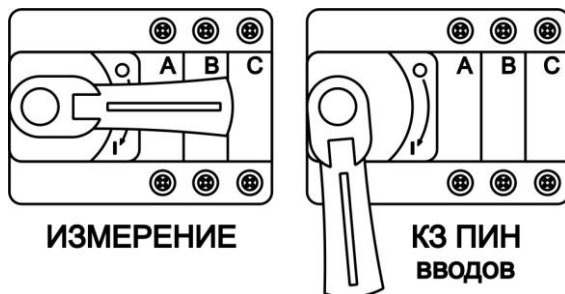

Рисунок 4. Положение замыкателя в рабочем режиме и при КЗ ПИН вводов.
Параллельно входным клеммам стоит замыкатель с видимым разрывом, при помощи его цепи датчиков замыкаются «на землю». В рабочем режиме замыкатель с видимым разрывом всегда разомкнут (рисунок 4).
- перевести ручку замыкателя поз.10 в положение “Измерение” (см. рисунок 4).